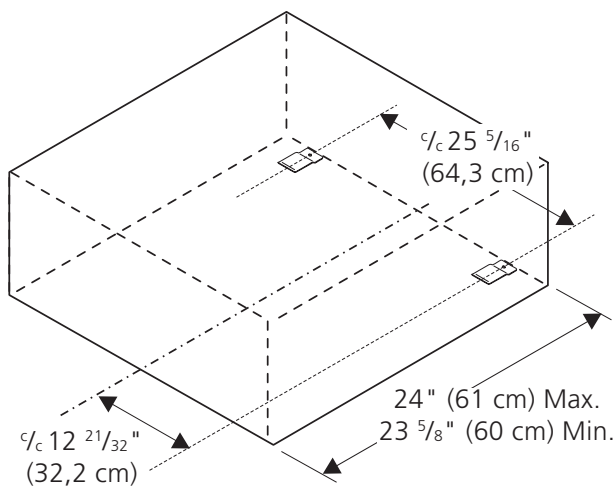

Figura 1
1. Instalar los 2 brackets anti-volteo como muestro la figura 1.